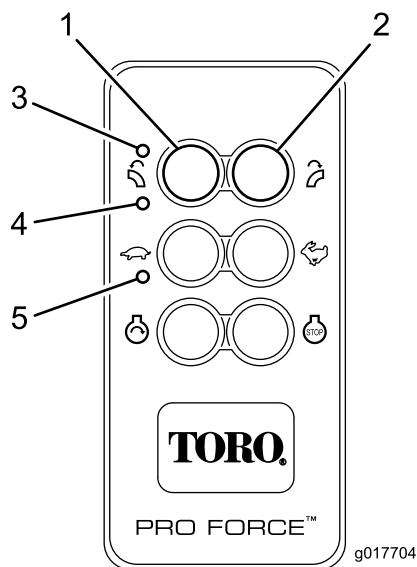

Figure 15
La télécommande est activée (mise sous tension) quand une touche est actionnée. Les diodes d'émission et de réception clignotent pour indiquer que la télécommande est active et communique avec l'unité de base. Pour conserver l'alimentation de la batterie, la télécommande reste active environ (3) secondes avant d'être automatiquement désactivée si aucune touche n'est actionnée durant cette période. Lorsque la temporisation arrive à expiration et que la télécommande est désactivée, toutes les diodes s'éteignent (Figure 15). Appuyez sur une touche pour réactiver la télécommande.